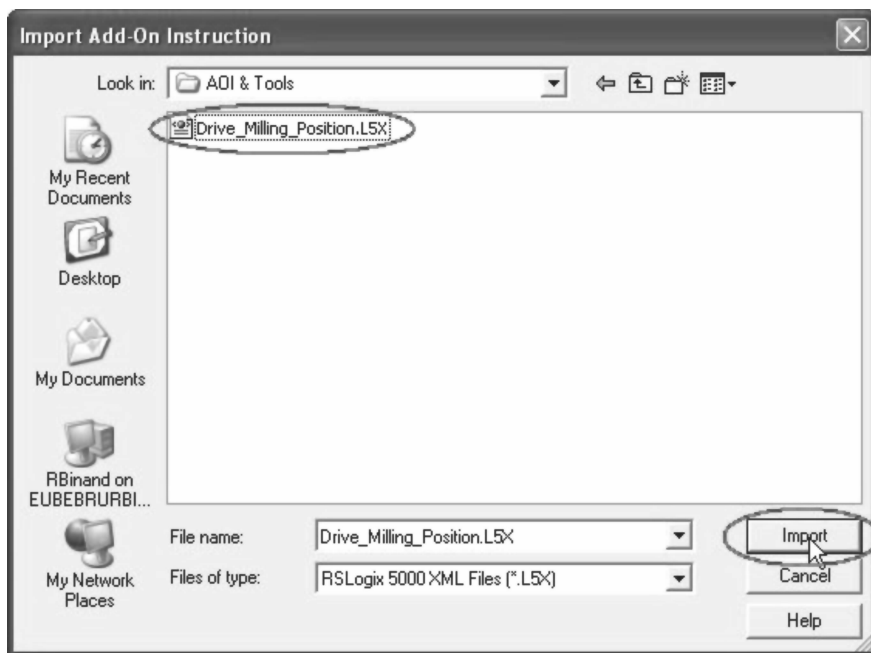

图 18-3 导入窗口
2. 如图 18-3 所示，从 C:\HOTT\AOI & Tools 文件夹中选择“Drive_Milling_Position.L5X”文件，然后单击“导入”（Import）。